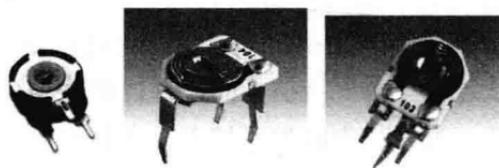

图 1-3 合成碳膜微调电位器
③ 微调电位器。合成碳膜微调电位器是在马蹄形的纸胶板上涂上一层碳膜制成。合成碳膜微调电位器外形结构如图 1-3 所示。